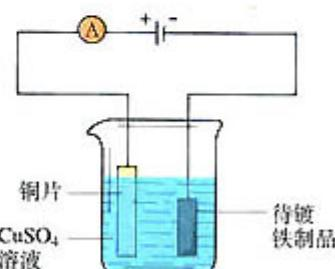

图 3-26 电镀铜实验装置
- 在大烧杯中加入 CuSO_4 溶液①，用铜片作为阳极，把待镀的铁制品（镀件）作为阴极（如图 3-26 所示），接通直流电源几分钟后，观察镀件表面发生的变化。